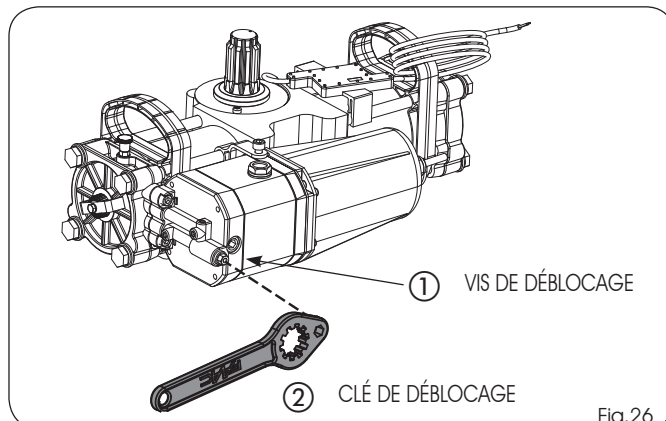

Fig.26
- 2) Manipuler la vis de déblocage (Fig.26 réf.①), (en l'absence du levier, en insérant l'empreinte hexagonale de la clé fournie en dotation (Fig.26 réf.②) :